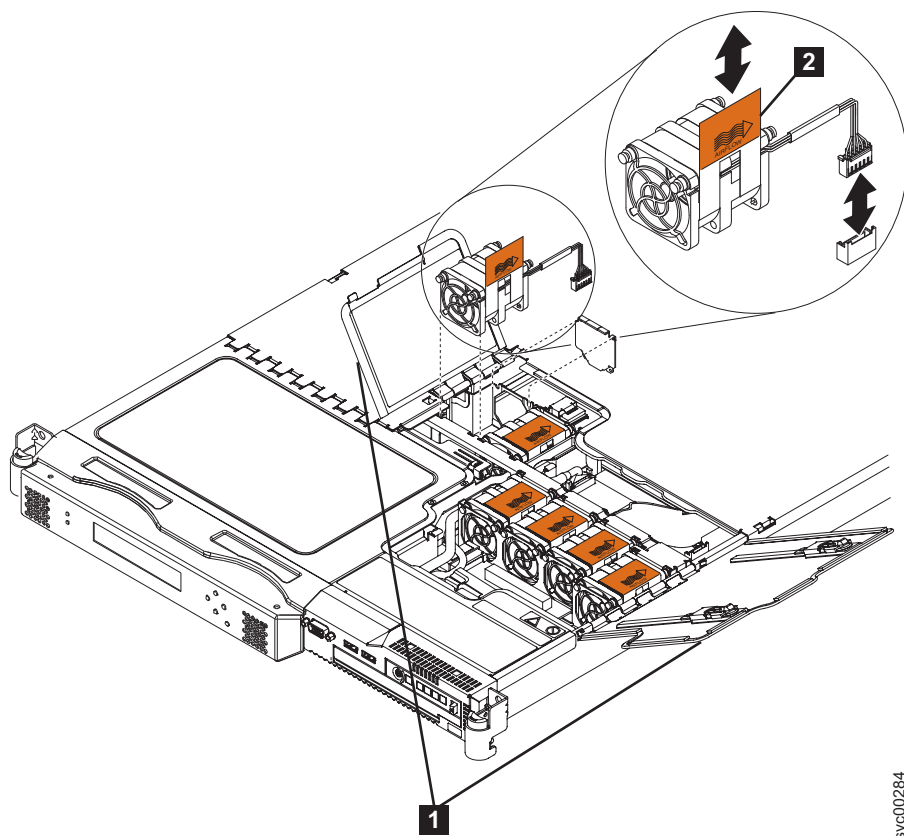

図 241. SAN ボリューム・コントローラー 2145-8G4のファン・ドア、ロケーションおよびコネクター
2. ノードを前方にスライドさせて、ファン・ドア (図 241 の **1**) にアクセスします。
5. 障害のあるファンのオレンジ色のタブ (図 241 の **2**) を引き上げ、ファンを持ち上げてノードから取り出します。